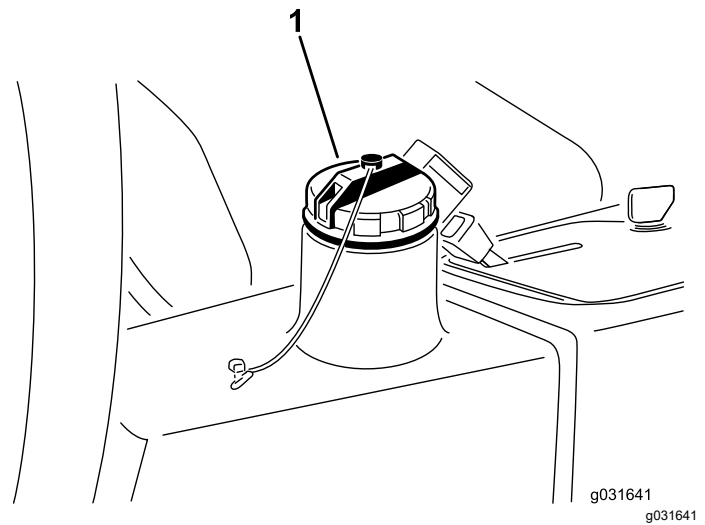

Figura 67
4. Llene el depósito (Figura 67) con aproximadamente 13,2 litros de aceite hidráulico; consulte Comprobación del sistema hidráulico (página 58).